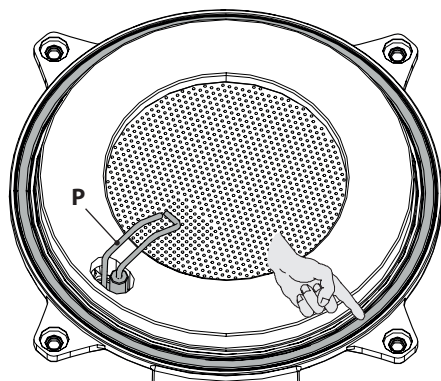

Figura 9.12
- La guarnizione in silicone della parete frontale della camera di combustione Figura 9.12 deve essere cambiata se deteriorata.
- L'elettrodo di accensione/rilevazione **P** in Figura 9.12 funge anche da sensore per il corretto scarico della condensa.